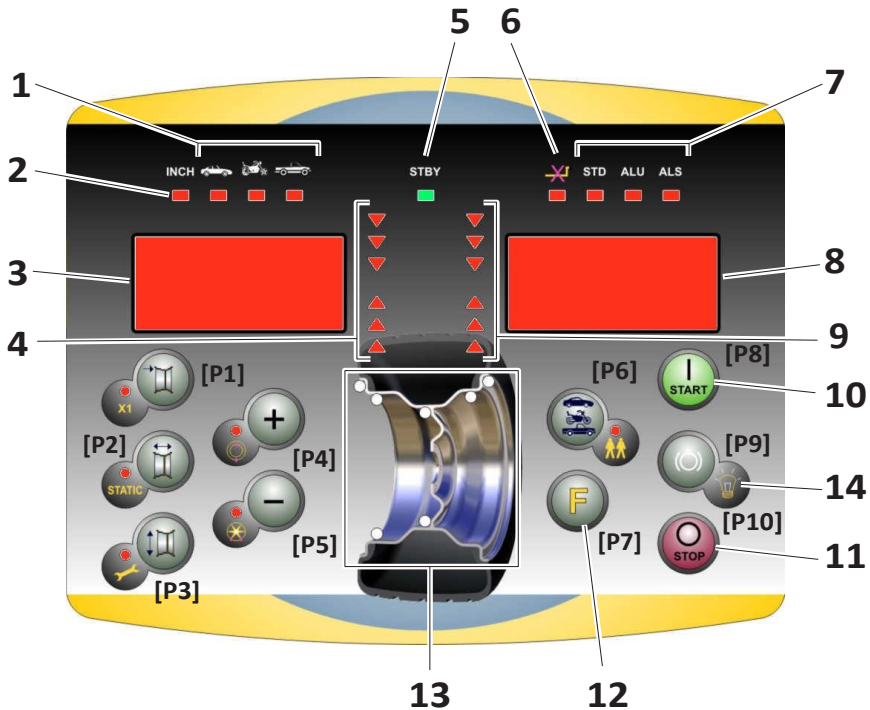

Figura F1: Panel de control.
El panel de control de la máquina se muestra en la figura F1. El panel de control hace que el operador dé los mandos y que acceda a los datos o que los modifique. El panel visualiza además los resultados del balanceado y los mensajes de la máquina. Las funciones de las diferentes secciones del panel se describen en la tabla T1. En la parte trasera del panel se halla la tarjeta de control electrónico CPU-C1 que reúne, procesa y visualiza los datos.
Por motivos de comodidad, en este manual las teclas están enumeradas de [P1] a [P10], tal como se muestra en la figura F1. Además de los números de referencia de las teclas, para facilitar la lectura se muestran los iconos de las mismas.
- Led del tipo de Programa. Para detalles, ver la figura F1 [7].